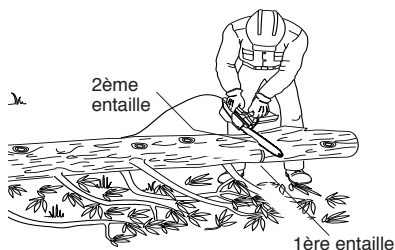

Figure 15 - Tronçonnage d'une bille soutenue à une extrémité
1. Faire la première entaille sur le dessous de la bille. (voir la Figure 15.) Pour ce faire, utiliser le haut de la guide-chaîne. Scier sur le tiers du diamètre de la bille. Cette entaille permet d'éviter la production d'éclats de bois.